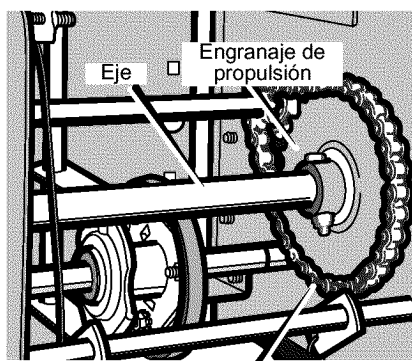

Figura 68
7. Quite los sujetadores que fijan el **engranaje de propulsión al eje** (Figura 68).
16. Instale la llanta izquierda, el **eje** y el **engranaje de propulsión** con los sujetadores que quitó antes. Instale la **cadena** en el **engranaje de propulsión** (Figura 68).